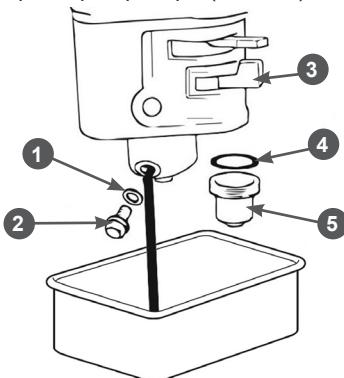

Рис. 24 Обслуживание карбюратора
1. Установите рычаг 3 топливного крана в положение «ЗАКРЫТО» (Рис. 24).
3. Открутите болт 1 сливного отверстия и слейте топливо из поплавковой камеры карбюратора (Рис. 24).
4. Открутите стакан отстойника 5, вылейте из него топливо в заранее подготовленную емкость (Рис. 24).
- Слейте топливо из топливного бака и карбюратора (Рис. 24).